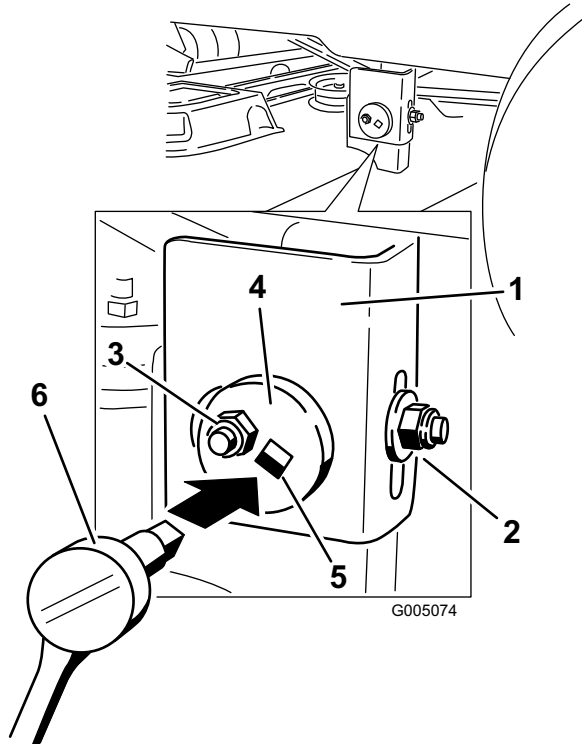

Figure 41
7. Du côté gauche de la machine, desserrez sans le retirer, l'écrou de blocage arrière sur le support (Figure 41).
8. Desserrez l'écrou de blocage latéral sur le support jusqu'à ce qu'il soit possible d'ajuster la plaque centrée (Figure 41). Pour manipuler la plaque centrée, engagez la douille d'une clé de 3/8 pouce dans l'ouverture carrée. Utilisez la clé pour repositionner le plateau de coupe à la hauteur voulue.
sur le support pour fixer cette nouvelle position (Figure 41).